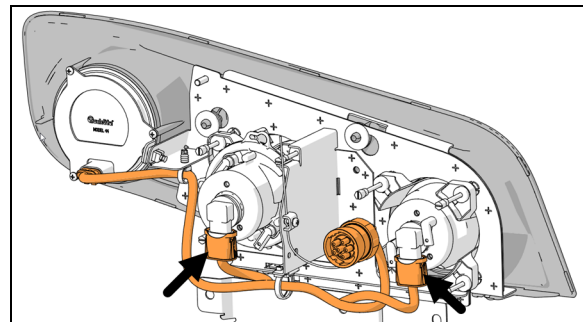

FIGURE 73
3. Débranchez le connecteur (Figure 73).